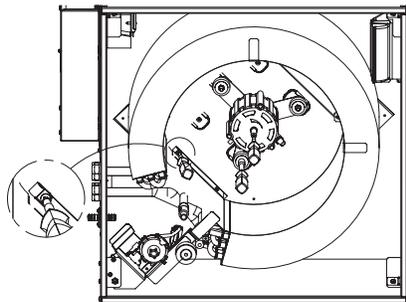

Fig. 29a-ESTUCS600, ESTUCS/M 600
moteur à travers la si ge pr vue (voir dessin agrandi de Fig.29a ESTUCS600 et 30a ESTUCS900).
- Enlever la vis en correspondance du fixe-c ble (Fig.29a-ESTUCS600, ESTUCS/M 600 et 30a-ESTUCS900) et plier le b quet en t le vers l'int rieur, comme indiqu  dans le dessin agrandi de Figg.29b-ESTUCS600, ESTUCS/M 600 et 30b-ESTUCS900;